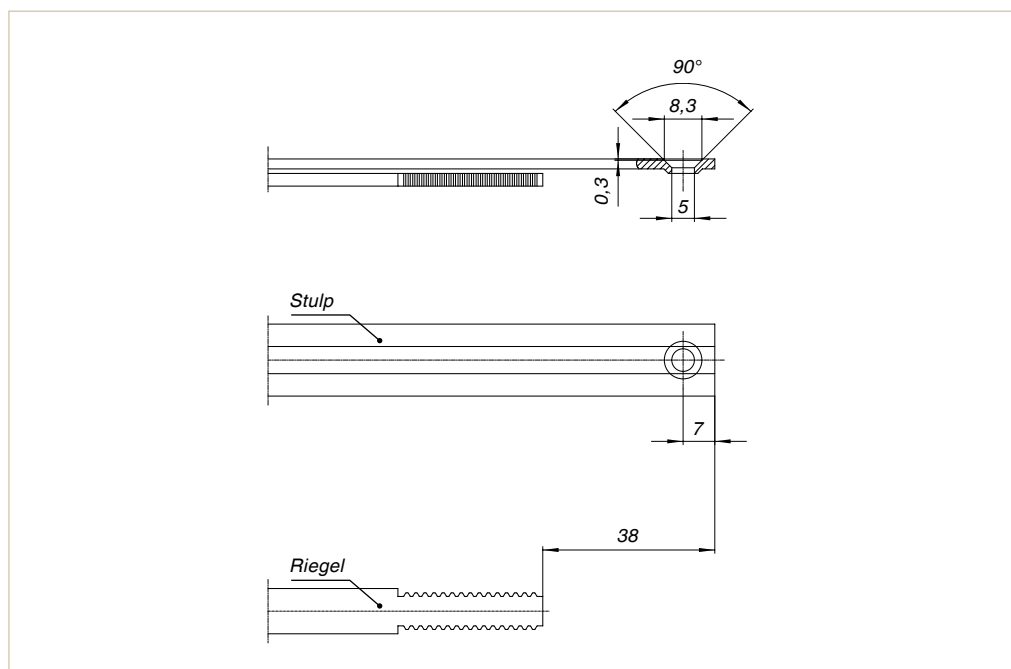

Abb. 1
5. **Kippscherengehäuse** ⑤ montieren. Kerbmarke am Kippscherenarm (Abb. 1, ①) auf den Blendrahmen übertragen, auf diese Markierung das Kippscherengehäuse mit der Kerbmarke montieren (Abb. 1, ②).
2. Das Sicherungsplättchen am Kippscherengehäuse öffnen und den Scherenarm einhängen (Abb. 1).
3. Den Fenstergriff in die Kippstellung bringen (Abb. 2) und das Sicherungsplättchen wieder schließen (Abb. 1).
1. Beim Aushängen im gekippten Zustand das Sicherungsplättchen öffnen (Abb. 1).